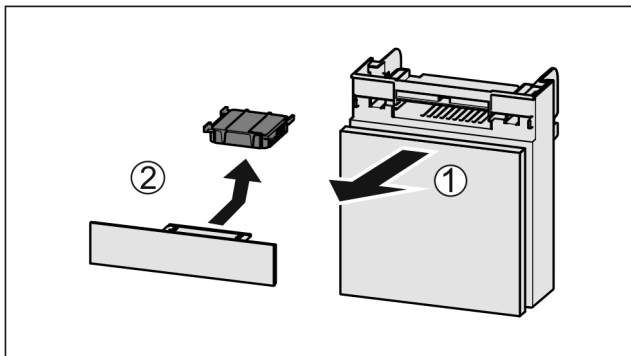

Fig. 132
- ▶ Pretinac izvucite Fig. 132 (1) prema naprijed.
- ▶ Izvadite filter s aktivnim ugljenom Fig. 132 (2).